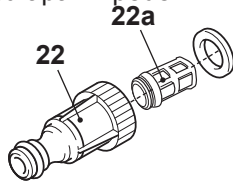

Fig. 24
1. Deșurubați și îndepărtați adaptorul racordului de apă (22) de la racordul de apă (6).
2. Demontați adaptorul racordului de apă (22) (Fig. 24).